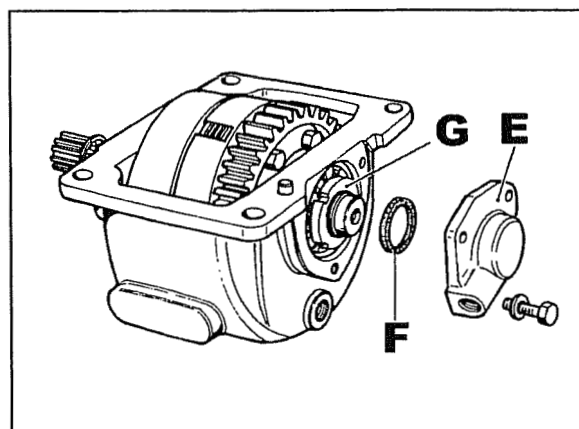

Fig. 3
- 5 Quitar la tapa **E** fig. 3 luego quitar el anillo de sellado quadring **F**.
- 6 Quitar la virola **G** fig. 3.